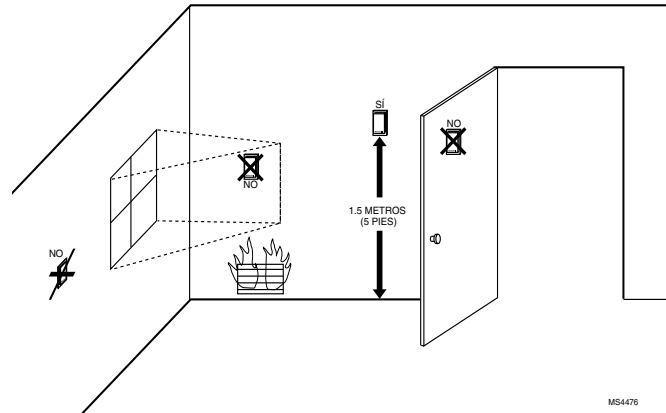

Figura 27. Ubicación típica interior para el sensor C7189.
1. Elija una ubicación (vea la figura 27) para montar el sensor sobre un muro interior aproximadamente a 5 pies (1.5 m) por arriba del suelo. También se puede usar una caja de conexiones estándar de 2 x 4 pulgadas (51 x 102 mm) montada verticalmente.
3. Asegúrese de que haya una buena circulación de aire a la temperatura media en la ubicación deseada. Evite las siguientes ubicaciones, puesto que pueden generar errores en las mediciones del sensor. Vea la figura 27.